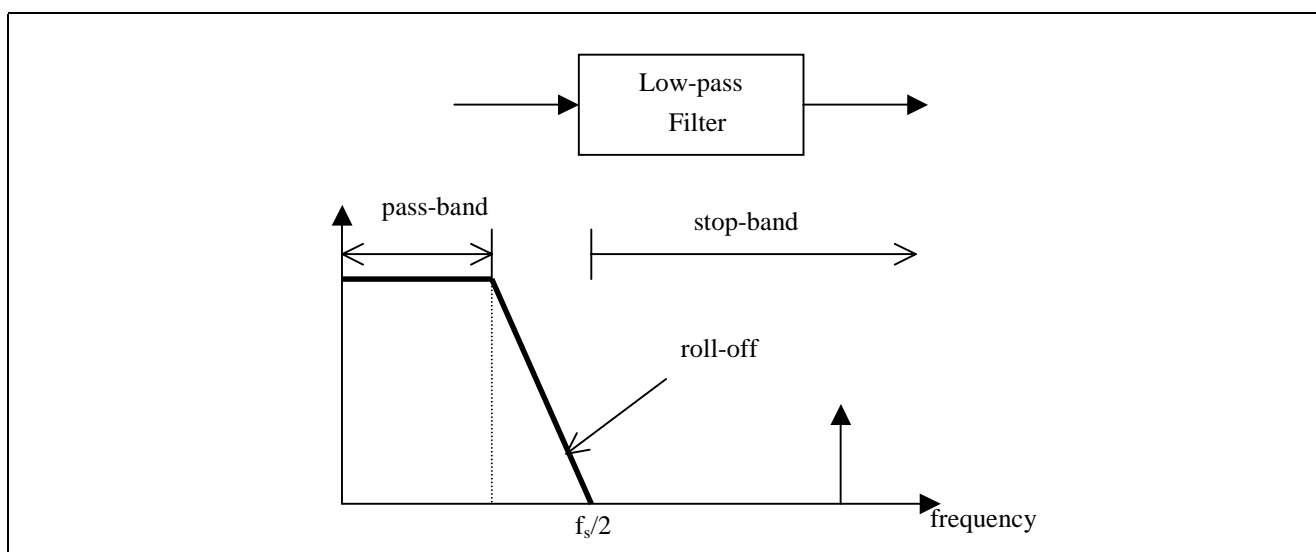

図 5 ローパスフィルタ
- 通過帯域から停止帯域へのロールオフを補正するため、サンプリング周波数は  $1.1f_s$  (44kHz) に設定 (図 5)。